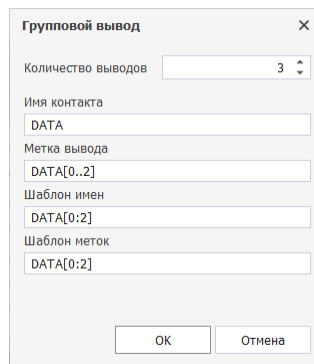

Рис. 252 Окно «Групповой вывод»
2. Настроить параметры размещаемого группового вывода, см. Рис. 252.